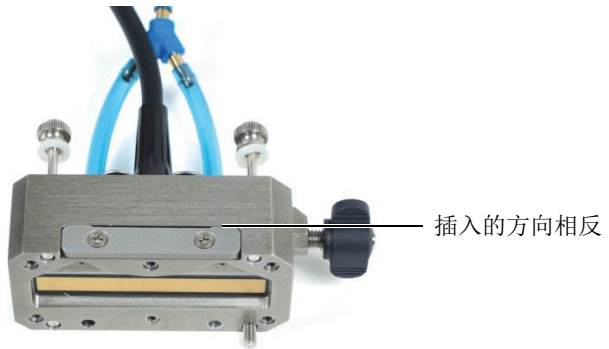

图 3-15 重新安装的侧面板
8. 调转侧面板的方向，然后重新将其装好（参见第 49 页的图 3-15）。